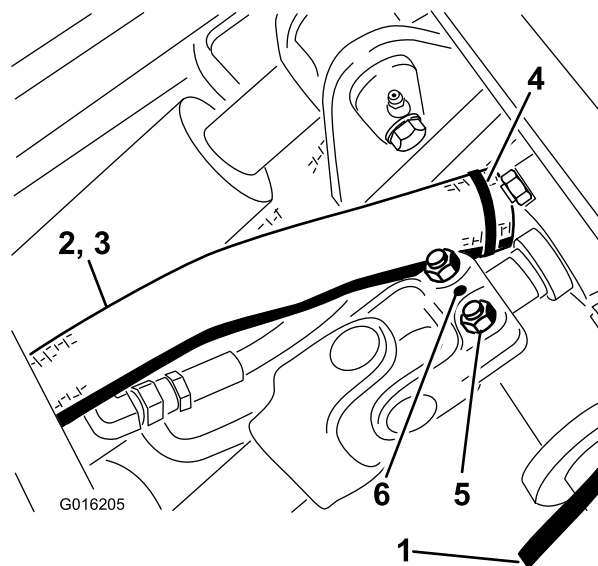

Figura 108
30. Instale el pasador cilíndrico (Figura 108).